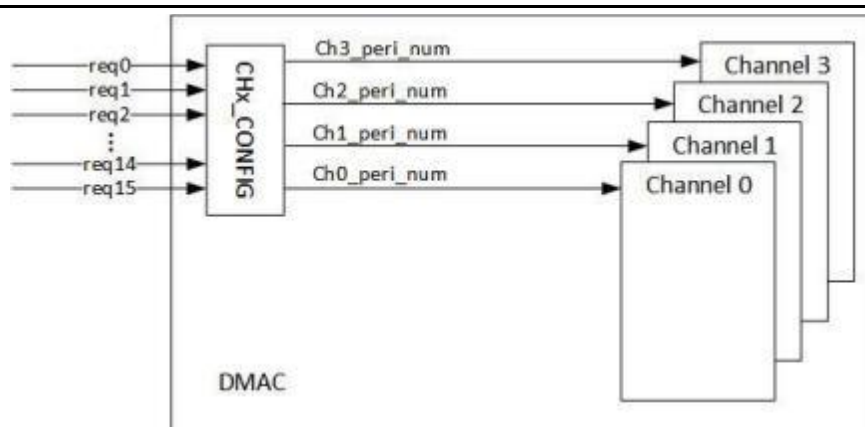

图 7 DMAC 控制器握手信号连接示意图
- 支持 16 组硬件握手信号，分别与 8 个外设的 TX/RX 握手信号连接，如图 7 所示。